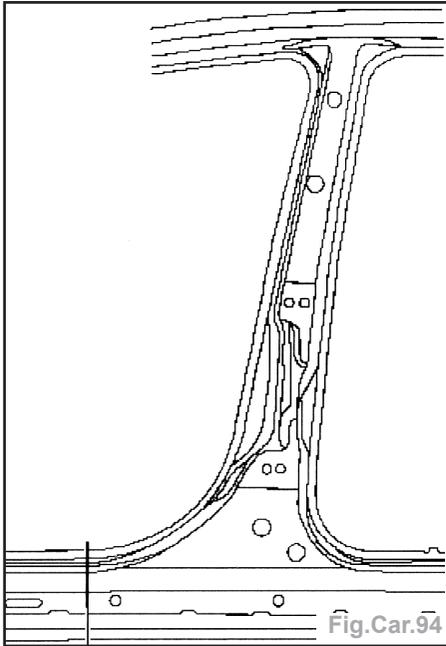

Fig.Car.94
- Séparer la pièce de liaison montant B/entrée de la pièce neuve et l'enlever par perçage (réutilisation) (Fig.Car.94).